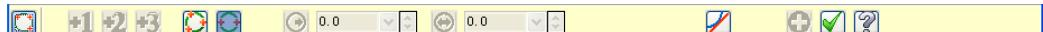

图 3-84 三点画圆工具栏
- 02 在主菜单中选择“绘图” | “绘弧” | “三点画圆”命令，或直接从“基本绘图”工具栏内单击“已知圆心点画圆”下拉按钮，在弹出的子菜单中单击“三点画圆”按钮，系统将出现如图 3-84 所示“三点画圆”工具栏。